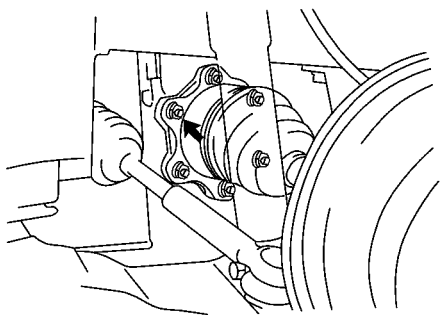

图 14-63 从差速器侧的齿轴脱开前驱动轴
1) 旋下六个螺栓和螺母，从差速器侧的齿轮轴脱开前驱动轴，如图 14-63 所示。